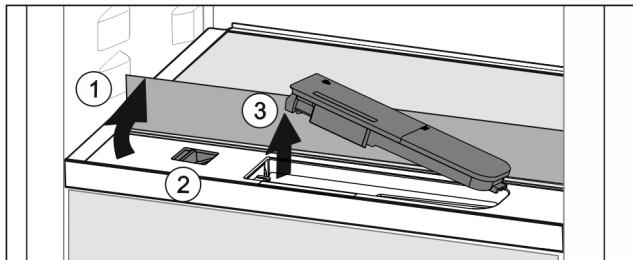

Fig. 152
- ▶ Stekleno ploščo dvignite in jo sklopite nazaj do omejevalnika Fig. 152 (1).
- ▶ Drsnik Fig. 152 (2) potisnite v levo.
- ▶ Odstranite rezervoar za vodo Fig. 152 (3).